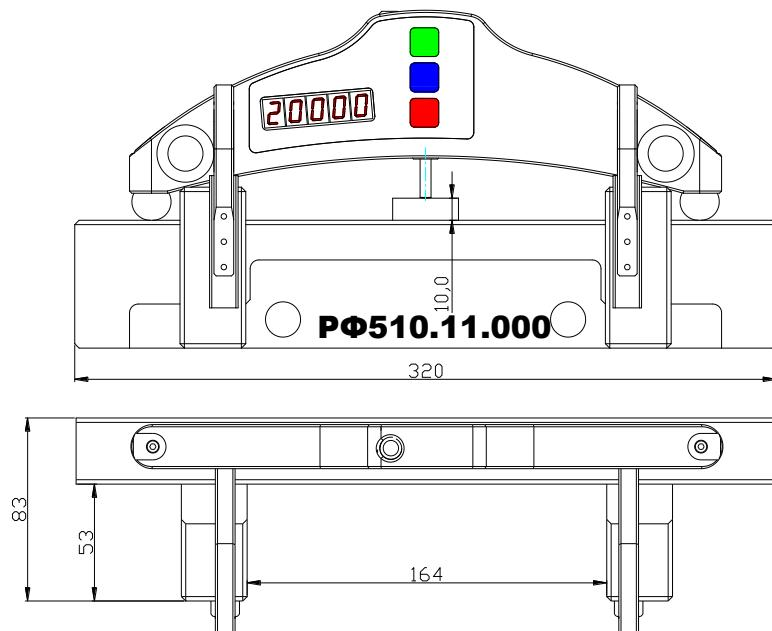

Рисунок 4
- плита поверочная с отклонением от плоскости не более  $\pm 0.5$  мкм на длине 250 мм (либо плоский шаблон РФ510.11.000 рис.4.);